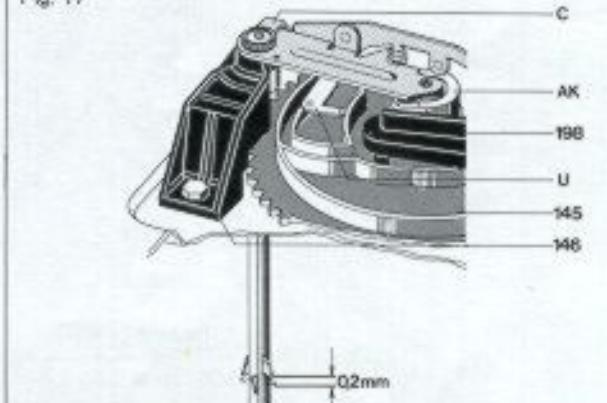

Fig. 18
Eingeleitet wird der Abwurfvorgang durch die Drehung des Kurvenrades 145, dessen Abwurfkurve (AK) die Abwurfspitze (AW) und den Wechselbolzen steuert (Fig. 18).
Durch Biegen der Abwurfwippe kann der Hub des Wechselbolzens verändert werden. Die Einstellung ist richtig, wenn in Nullstellung des Kurvenrades 145 und verriegelter Wechselachse bei Hochdrücken des Wechselbolzens die drei Stützen der Wechselachse eine Längsbewegung von 0,2 mm ausführen (Fig. 18).